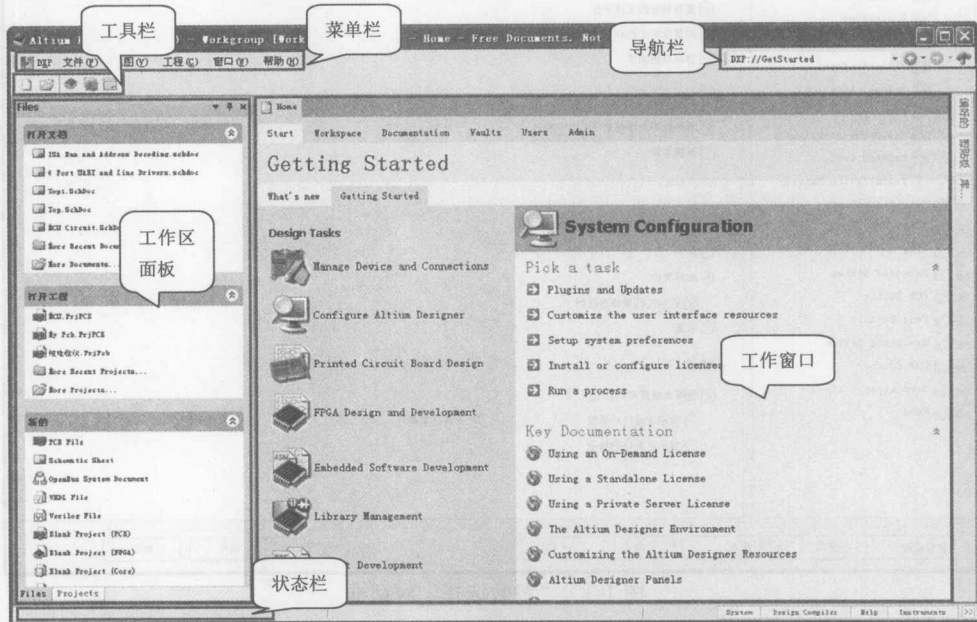

图 1-1 Altium Designer 13 的主窗口
Altium Designer 13 启动后便可进入主窗口, 如图 1-1 所示。用户可以在该窗口中进行工程文件的操作, 如创建新工程文件、打开文件等。
- “我的账户”命令：用于管理用户授权协议，如设置授权许可的方式和数量。单击该命令，弹出“Home (首页)”选项卡，如图 1-1 所示的右侧区域。